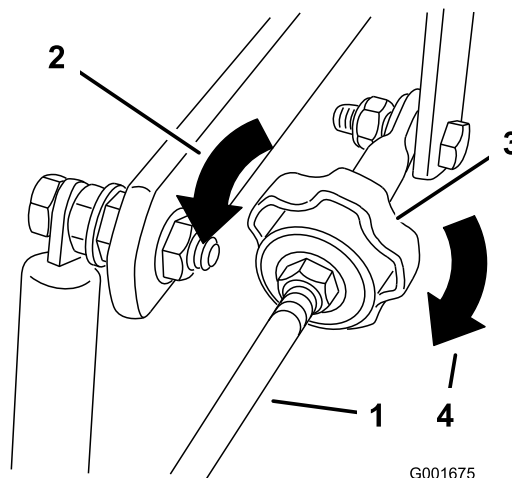

Figure 43
- Pour que la machine tire à droite, tournez le bouton vers la droite de la machine (voir la Figure 43).
- Pour que la machine tire à gauche, tournez le bouton vers la gauche de la machine (voir la Figure 43).